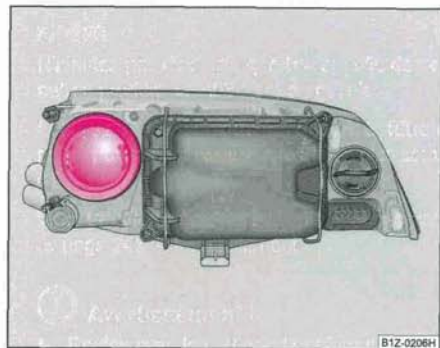

Fig. 221 Capuchon de l'ampoule pour feu de route
- Déposez le cache de protection au dos du phare ⇒ fig. 221.